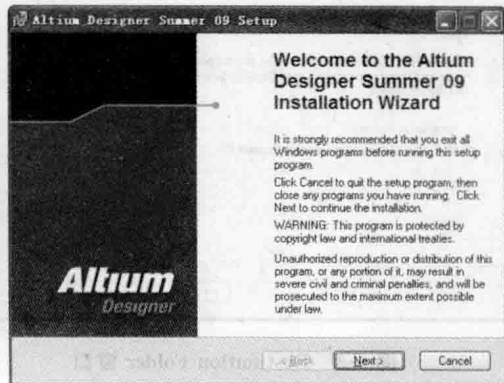

图 1-2 安装向导欢迎窗口
(2) 单击“Install Altium Designer”,出现如图 1-2 所示的安装向导欢迎窗口。